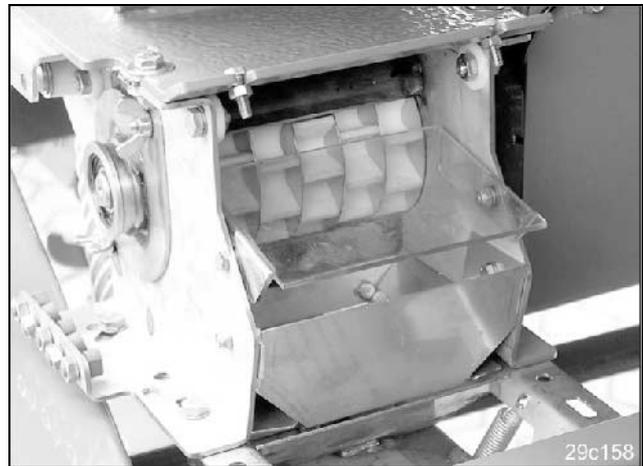

Fig. 58
- La figure (Fig. 58) montre la trappe fermée.